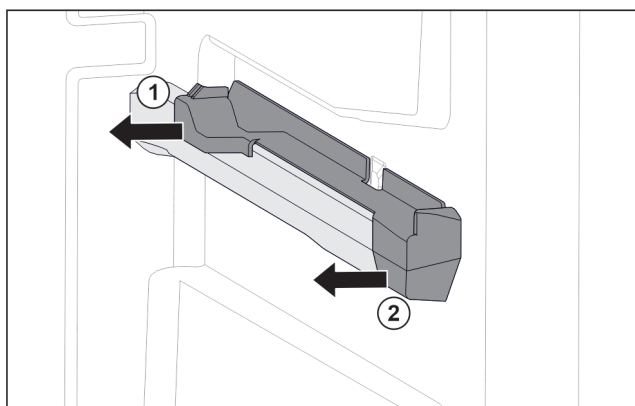

Fig. 58 Element nasadzany na prawym żebrze pojemnika
- ▶ Odciągnąć element nasadzany z tyłu w bok. Fig. 58 (1)
- ▶ Odciągnąć element nasadzany z przodu w bok. Fig. 58 (2)